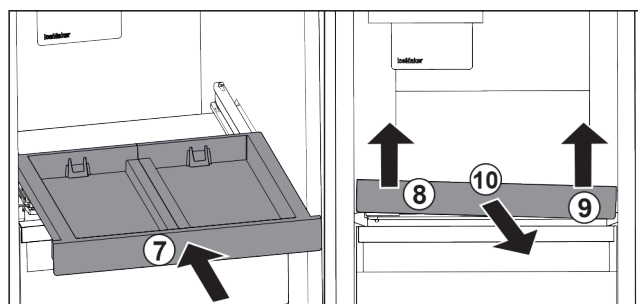

Fig. 91
- ▶ Skub udtrækshylden ind. Fig. 91 (7)
- ▶ Løft udtrækshylden foran i venstre side. Fig. 91 (8)
- ▶ Løft udtrækshylden foran i højre side. Fig. 91 (9)
- ▶ Tag udtrækshylden ud fremefter. Fig. 91 (10)